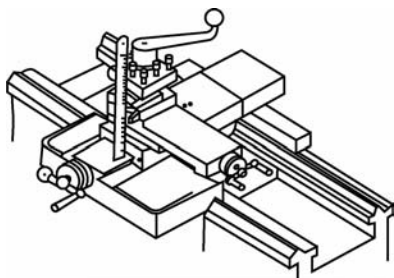

图 5-39 用钢直尺量中心高
- ①根据车床中心高,用钢直尺测量装刀,如图 5-39 所示。这种方法比较简便。